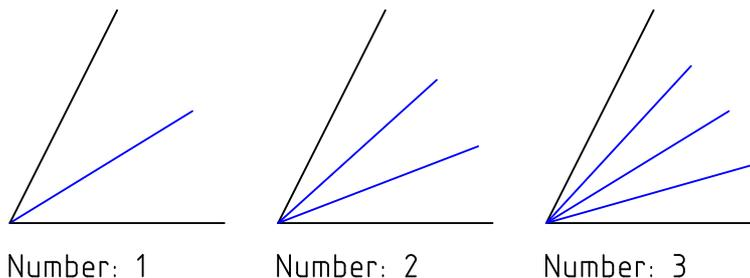

Abbildung 29: Konstruktion von Winkelhalbierenden (bzw. Winkelteilern).
1. Geben Sie die Länge der Winkelhalbierenden in der Optionen Werkzeugleiste ein. Im zweiten Eingabefeld geben Sie die Anzahl der Winkelteiler ein. Normalerweise ist das '1', aber es können auch mehrere Winkelteiler erstellt werden wie in Abbildung 29 gezeigt. Um die Länge der Linien über die Kommandozeile zu bestimmen, verwenden Sie das Kommando length, len oder l, gefolgt vom Längenmass. Die Anzahl Winkelteiler kann auf gleiche Weise mit dem Kommando number, num oder n, geändert werden.